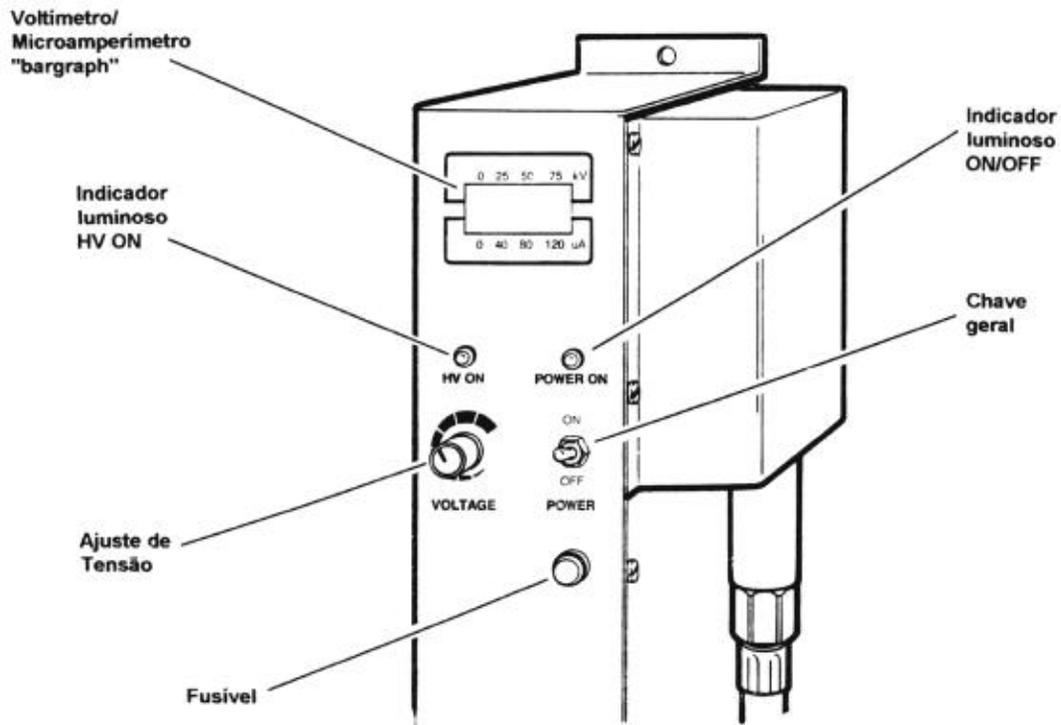

Fig. 3 – Ajustes e controles
Atenção: Certifique-se de que a chave geral (fig. 3) está desligada antes de ligar o equipamento à rede elétrica.
3. Ligue a chave geral (posição "ON", fig 3). O indicador luminoso acima da chave geral acenderá, indicando que a fonte está ligada.
4. Com a pistola posicionada a uma distância de 20 a 30cm do objeto dentro da cabine de pintura, puxe o gatilho da pistola com cuidado para permitir somente a saída de ar e verifique a corrente (μA) e a tensão (kV) no voltímetro/microamperímetro "bargraph" localizado no painel da fonte de alta tensão (fig. 3). Ajuste a tensão desejada girando o botão de ajuste de tensão (fig. 3). Em operação normal a faixa de tensão deve estar entre 50 e 75 kV e a corrente deve ser menor que 120 μA .
Ligue a chave geral da fonte de alta tensão (fig. 3). O indicador luminoso ON/OFF deve acender. Se não acender, verifique a instalação, a tensão da rede no terminal de entrada do equipamento e o fusível. Se mesmo estando tudo correto o indicador ON/OFF não acender, recorra à seção ANÁLISE DE DEFEITOS DA FONTE DE ALTA TENSÃO, pág. 5.
NOTA: Ao substituir o fusível, desligue a chave geral, remova o fusível do painel (fig. 3) e substitua-o por outro original DeVilbiss. Veja o código do fusível na lista de peças da Fonte de Alta Tensão, pág. 15.